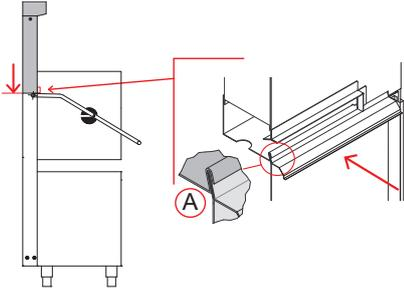

Fig. 14
- Contrôler le juste encastrement du profil (voir Fig. 14 - pièce A).